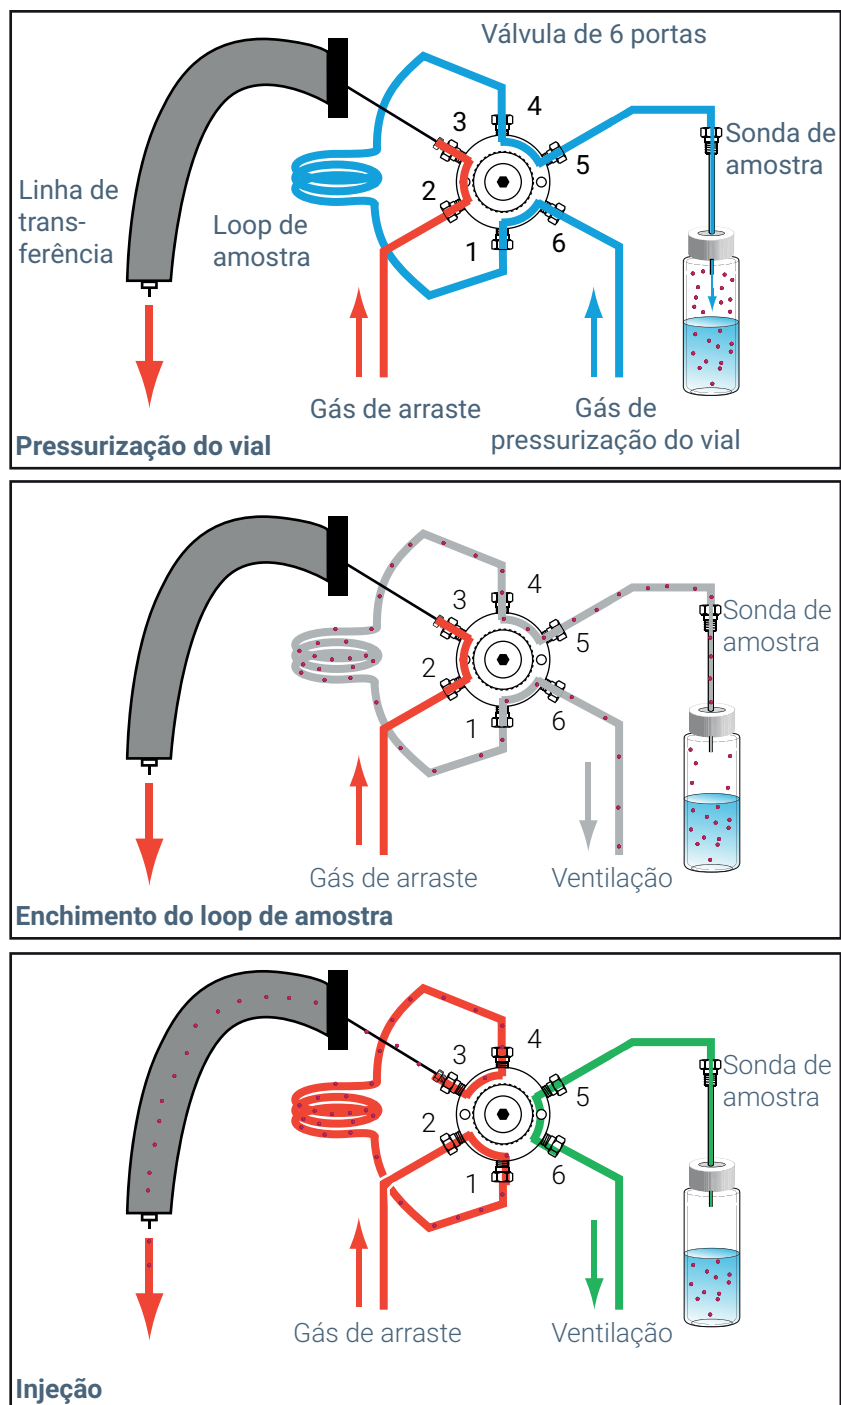

Figura 1. Estágios de amostragem e injeção do sistema de válvulas e loops
- 2 O amostrador pressuriza o vial com gás. Consulte **Figura 1**.